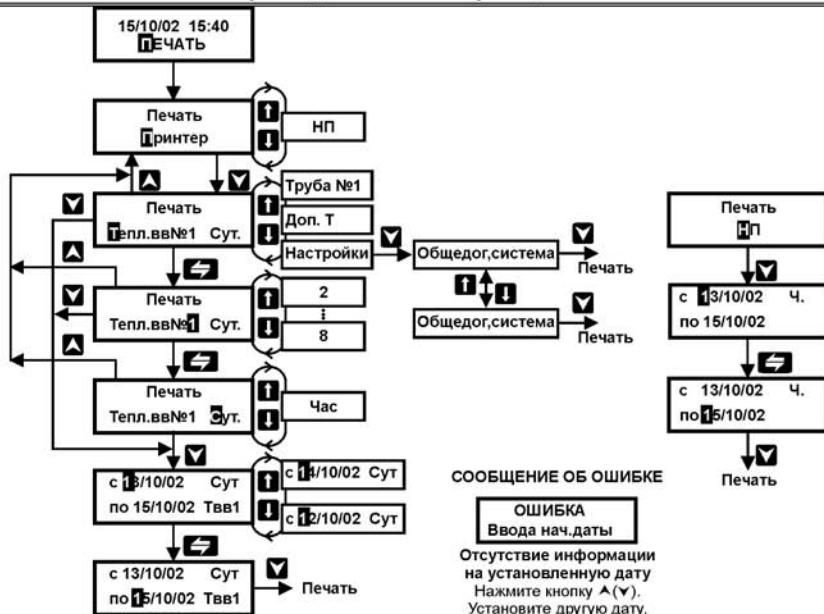

Рисунок 24 – Порядок выполнения действий по снятию информации на ВУ
2. Установить кнопками или пункт меню 1-ого уровня ПЕЧАТЬ (рисунок 24);